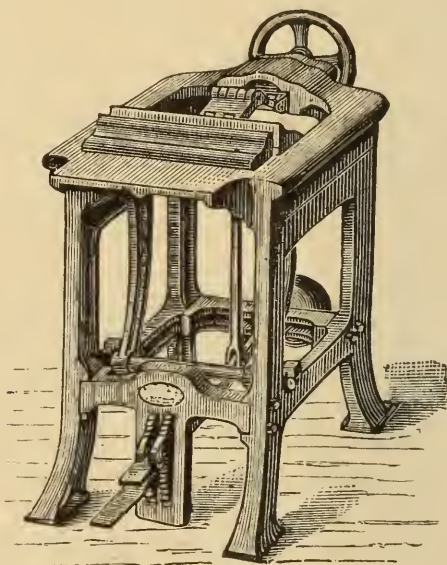

Fig. 9. — Étau à endosser tout en fer.
Les machines représentées par les figures 9, 10, 15, 16, 17, 41, 42, 47, 48, 50, 67, sont fournies par M. Arthur MULLER rue des Vinaigriers, 44, Paris.
7. *Étau à endosser*. — Il existe divers modèles qui servent à maintenir le volume pendant l'endossage. Le système à genouillère d'Houpied (fig. 9), assure une